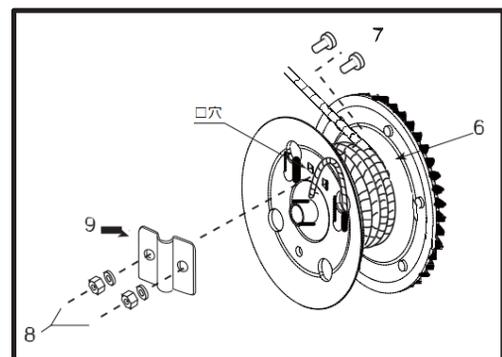

図3: ケーブル設置
1. ワイヤロープをドラムの上部に送ります(図3の6)。ワイヤロープをドラムの内側から1つの丸穴へ通し、ワイヤロープの先が2つの角穴位置から3~2mmほどの位置にくるようにします。
2. ケーブルを、留め具(図3の7、8、9)でドラムの外側に固定します。角ボルトの頭部がウインチドラムの内側にあることを確認してください。